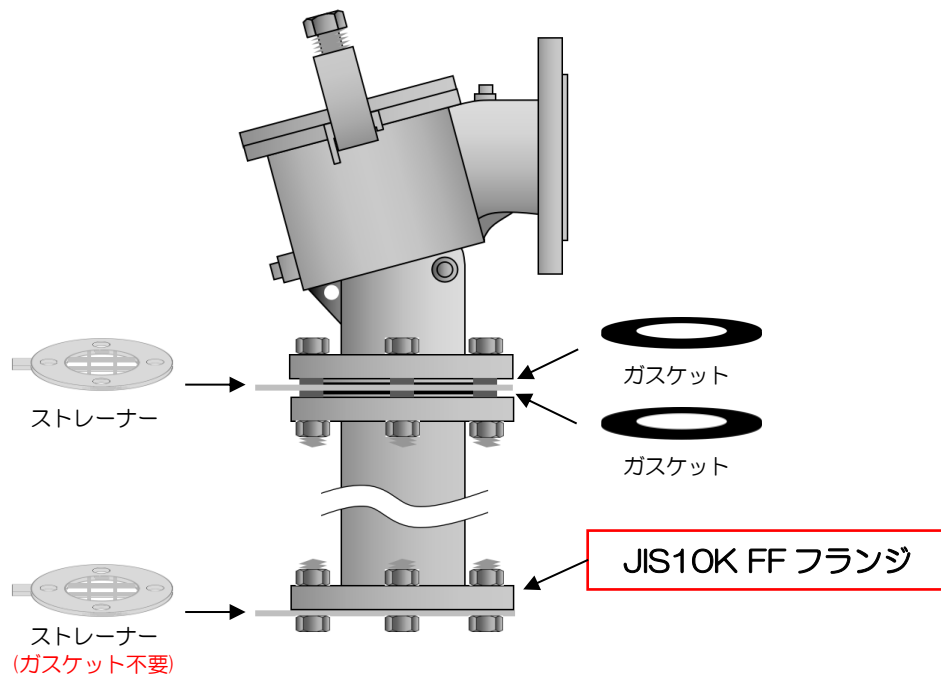

図 1-3. 一次側配管へのストレーナーの接続
- 一次側配管の下端の FF フランジへストレーナーを取り付けてください。劣化のおそれがあるためガスケットは使用しません（図 1-3）。
- 一次側配管の上端と本製品の間にストレーナーを取り付けてください。ストレーナーの両面にガスケットを用い、気密性を確保してください（図 1-3）。